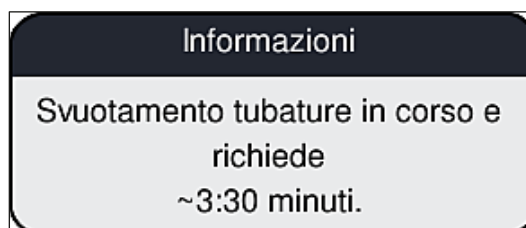

Fig. 106
6. Sullo schermo viene visualizzato un messaggio informativo (→ Fig. 106) per informare l'utente della durata del processo. Questo messaggio scompare non appena termina il pompaggio dell'aria.